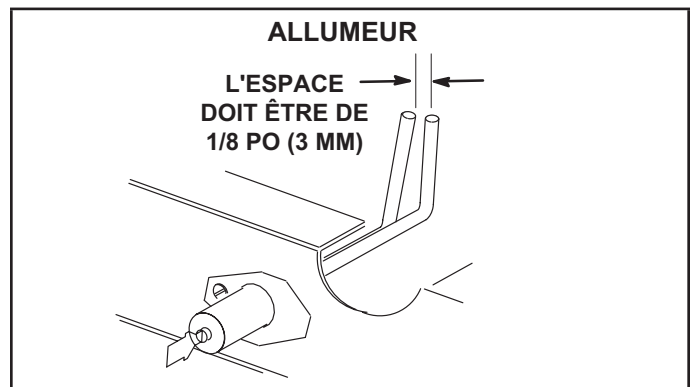

FIGURE 38
- 4 - Localiser l'allumeur sous les brûleurs de gauche. Vérifier l'écartement des contacts à l'aide de mèches hélicoïdales ou de jauges d'épaisseur de la taille appropriée. Voir FIGURE 38.